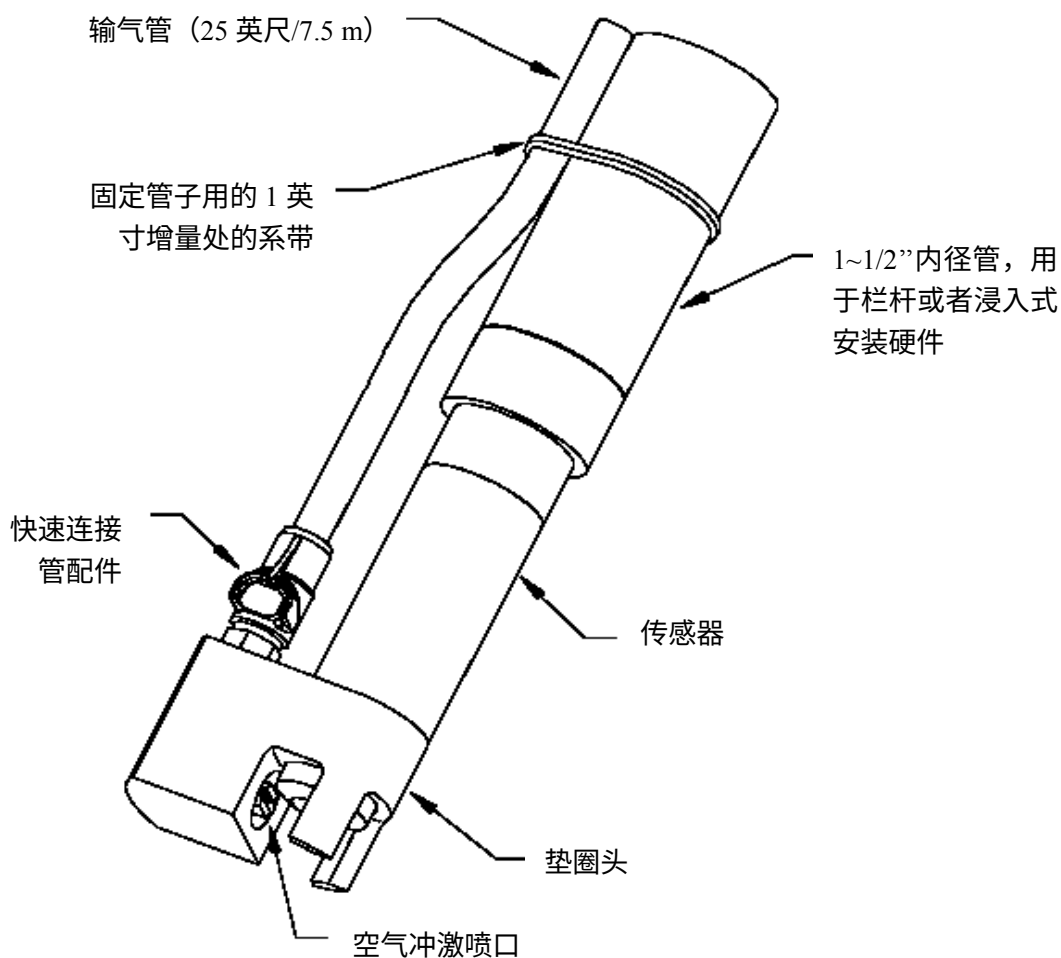
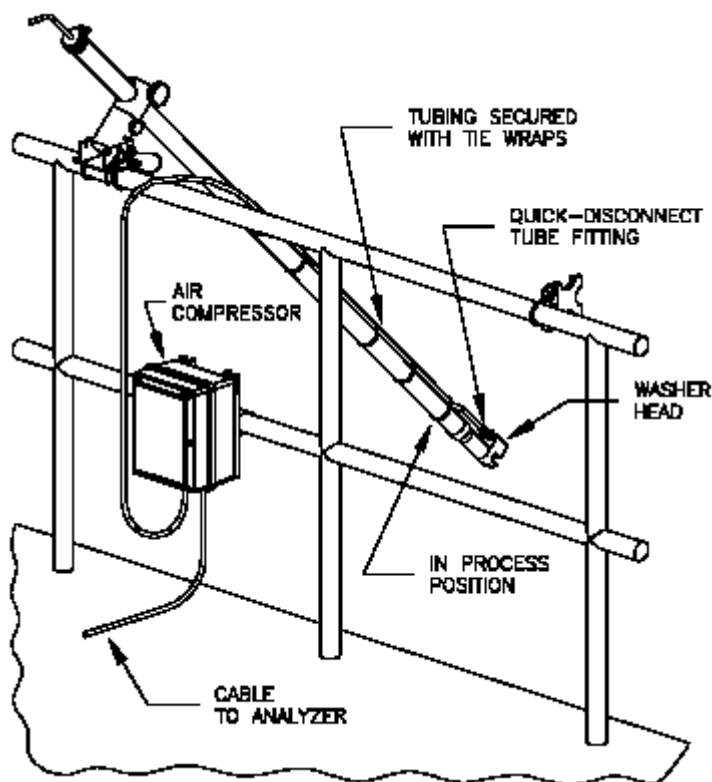

图 2-6 可选的垫圈头组件安装细节
图 2-7 空气压缩机位置示意图
您可能有一个可选的 GLI 垫片头组件 (图 2-6) 或者是自带的包括空气压缩机在内的空气冲击清洗系统 (图 2-7)。要安装垫片组组件, 参阅第 4.1 子小节; 关于空气压缩机的安装详情参见第 4.2 节, 包括 GLI D63、D53 或 D33 分析仪的接线指导。
1. 将空气压缩机放在靠近安装的传感器的地方 (图 2-7)。